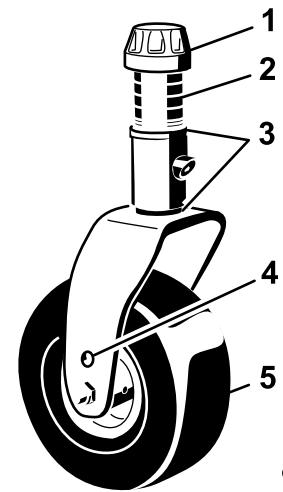

Figura 138
1. Retire el casquillo tensor del eje de la rueda giratoria y deslice el eje fuera del brazo de la rueda giratoria (Figura 138).
Retire el casquillo tensor y la horquilla (Figura 138).